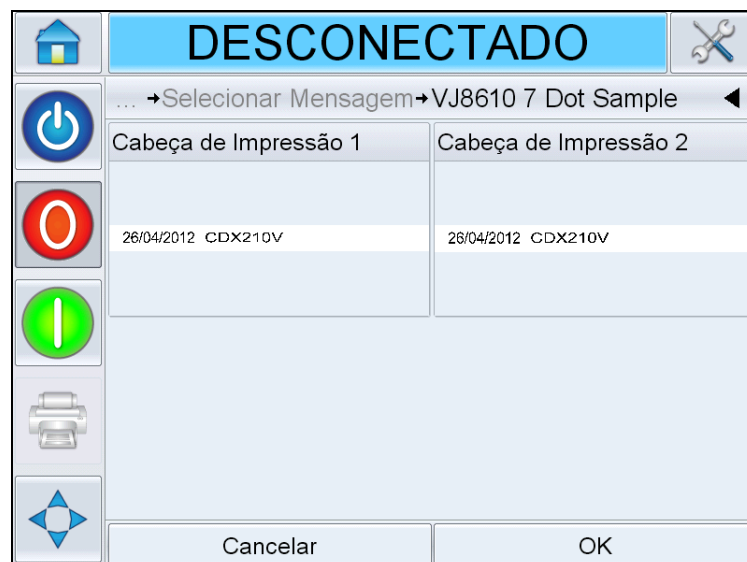

Figura 6-17: Visualização da Seleção de Mensagem
c. É possível visualizar o trabalho designada (consulte Figura 6-17).